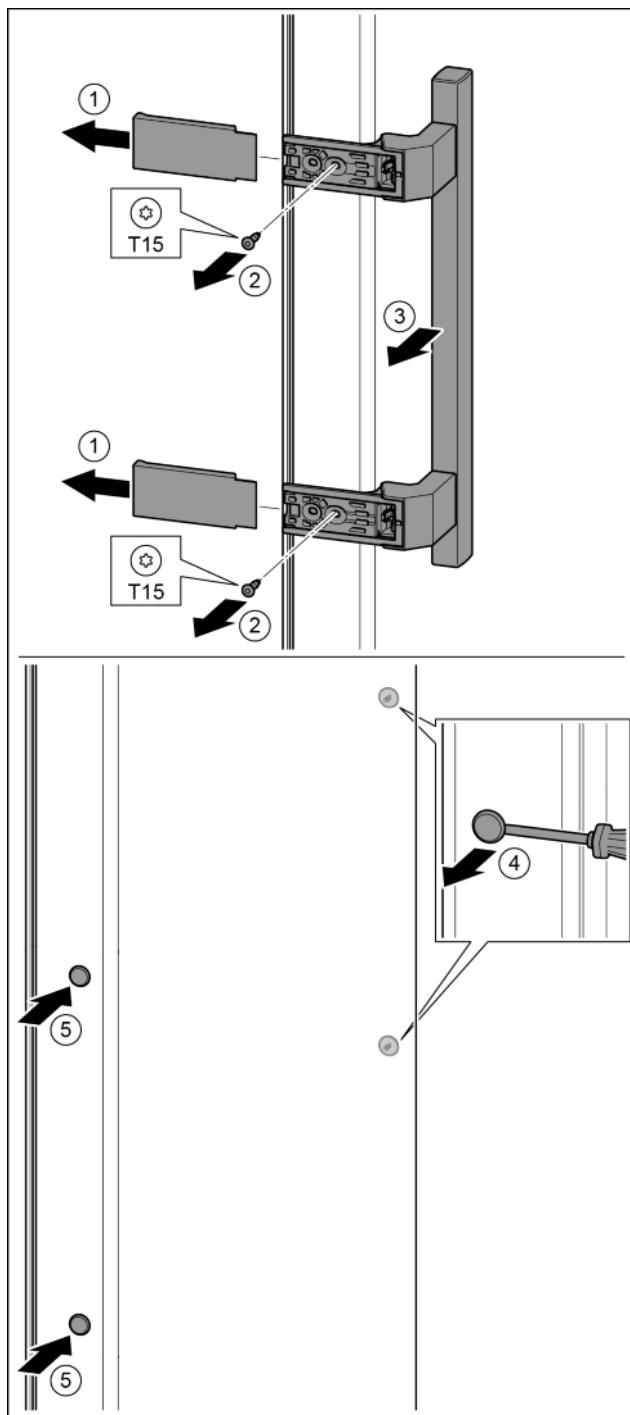

Fig. 18
- ▶ Skinite pokrov. Fig. 18 (1)
- ▶ Odvijačem T15 odvijte vijke. Fig. 18 (2)
- ▶ Skinite ručicu. Fig. 18 (3)
- ▶ Odvijačem oprezno podignite bočni čep i izvucite ga. Fig. 18 (4)
- ▶ Ponovo umetnite čep na drugoj strani. Fig. 18 (5)